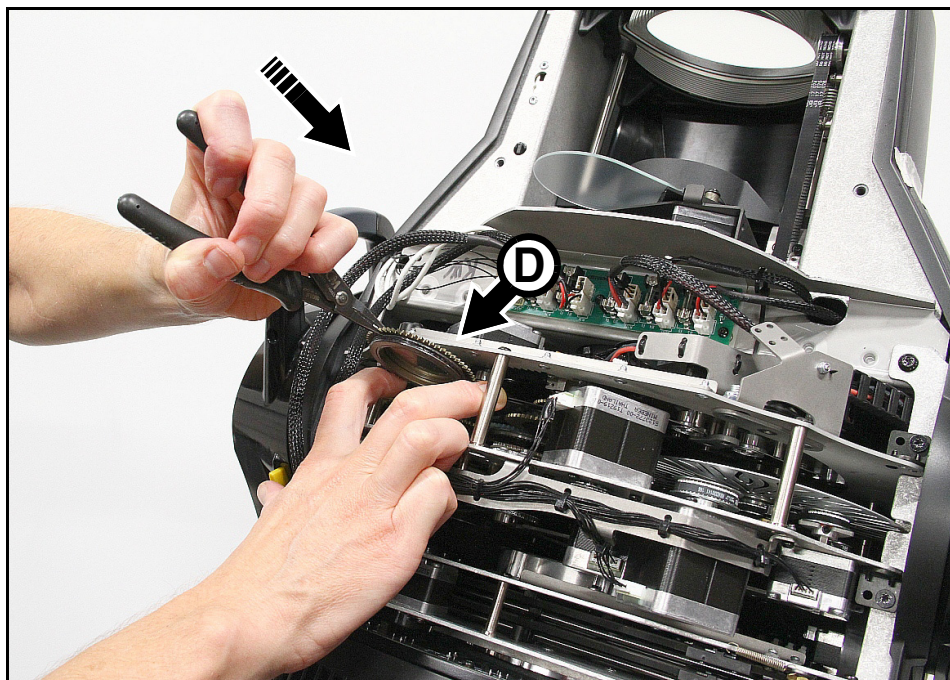

Figure 17 : Remontage d'un porte-gobo
6. Voir Figure 17. Alignez votre point de référence sur le porte gobo avec votre point de référence sur le module. Avec deux doigts comme indiqué en **D**, inclinez légèrement la platine métallique de la roue pour ménager un passage pour le porte-gobo jusqu'au clip de la roue. En maintenant le porte-gobo avec une paire de pinces plates, insérez le porte-gobo dans le clip de la roue de gobos.